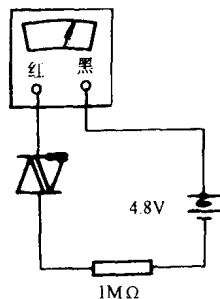

图 1-4 双向二极管检查图
(5)双向二极管损坏。用万用表测量其电阻应为无穷大,再用万用表高阻档按图 1-4 连接,表针应指在电阻较小位置,否则说明双向二极管损坏,应予以更换。